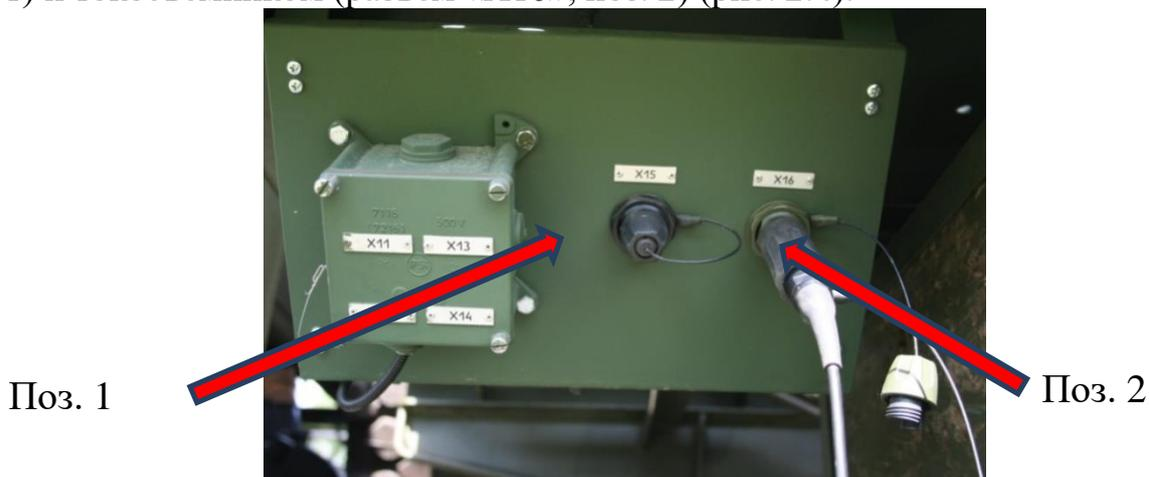

Рис. 2.4. Разъем подключения волоконно-оптической линии связи
3. Состыковать волоконно-оптическую линию связи (находится на катушке рядом с гидростанцией опорной платформы) с УЦОС (разъем «X15», поз. 1) и токосъемником (разъем «X16», поз. 2) (рис. 2.4).